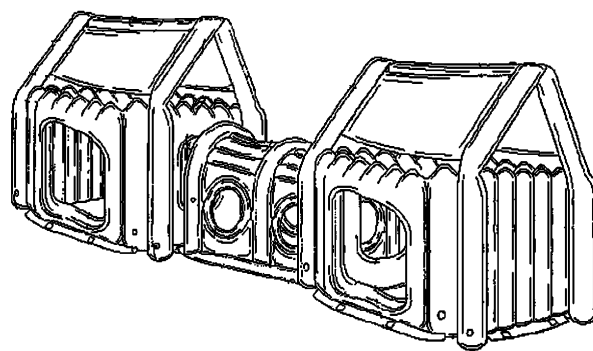

Рис.10
**Надувные игровые конструкции для детей** описаны в европейском патенте EP 1114662. Конструкции представляют собой (рис. 10) надувные домики, которые соединяются между собой надувными туннелями с окнами.